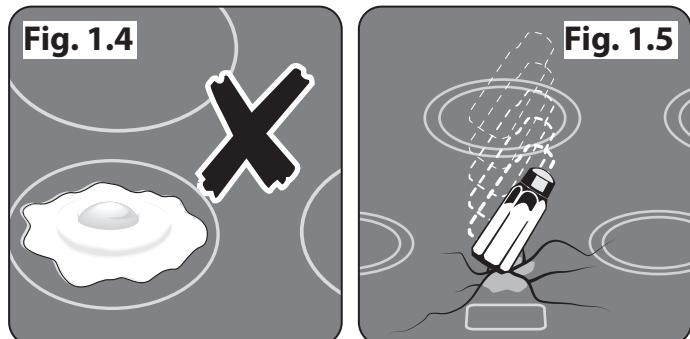

Fig. 1.4
- Seuls certains types de récipients en verre, vitrocéramique, terre cuite ou autres récipients émaillés peuvent être utilisés sur la **table de cuisson** ; les autres risquent de se briser en raison du changement soudain de température. Ne faites jamais cuire des aliments à même la table de cuisson (**Fig. 1.4**).